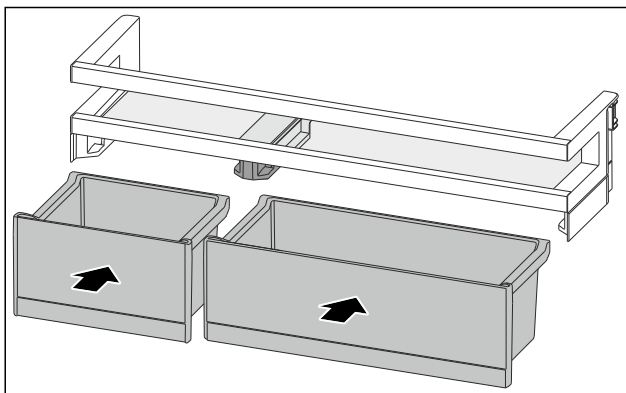

Fig. 190
- ▶ Установите ящики VarioBox, поменяв их расположение. (см. Fig. 190)